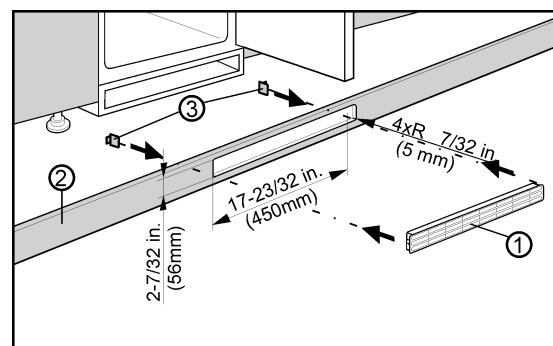

Fig. 3
La ventilación inferior a través del suelo del mueble de cocina puede practicarse con la rejilla de aire Fig. 3 (3) suministrada o mediante un orificio de ventilación con áreas transversales de al menos 31 pulg² (200 cm²). Si utiliza la rejilla de aire Fig. 3 (3) proporcionada, realice lo siguiente:
- Instale la rejilla de aire Fig. 3 (3) en el hueco del suelo del mueble de cocina Fig. 3 (1).
- Inserte el conector de resorte Fig. 3 (2) desde atrás en la rejilla hasta que el gancho toque el suelo del mueble de cocina.